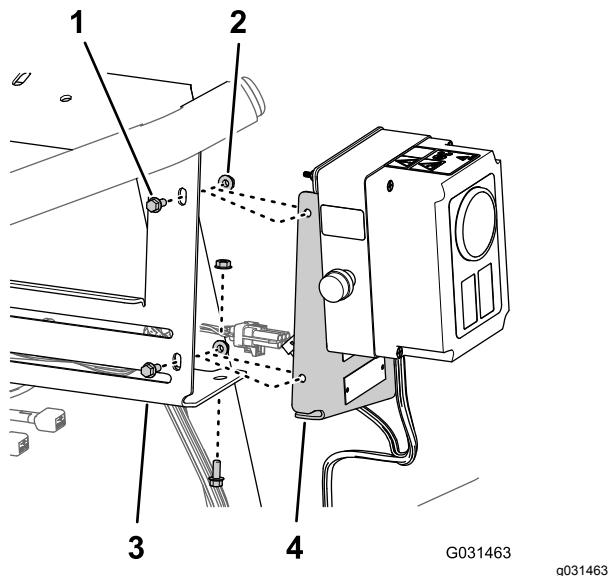

Figura 19
1. Retire los 3 pernos con arandela prensada (1/4" x 5/8") y las 3 tuercas con arandela prensada acanalada (1/4") que fijan la placa de montaje de la caja de control al bastidor del distribuidor para las válvulas del fumigador (Figura 19).
2. Separe la placa de montaje del bastidor del distribuidor (Figura 19).